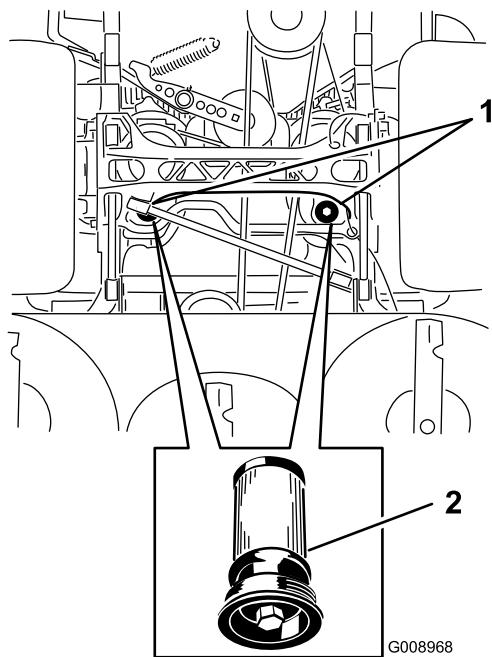

**Figure 91**
3. Soulevez la machine sur des chandelles (Figure 91).
9. Retirez les chadelles et abaissez la machine (Figure 91).